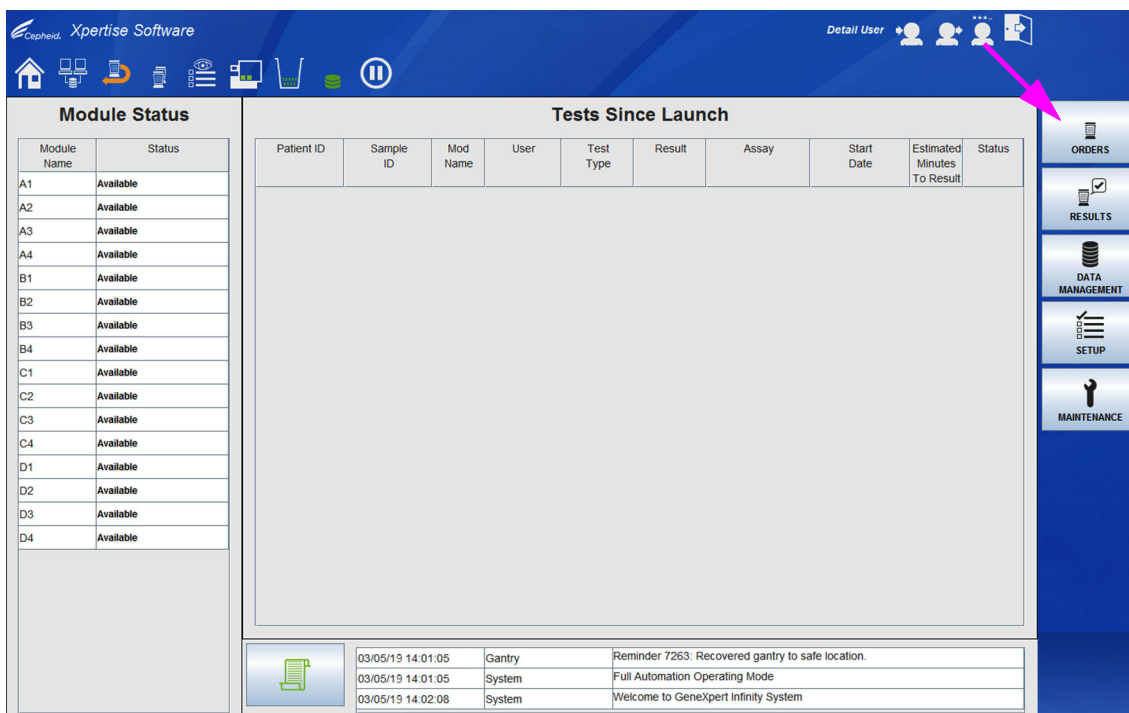
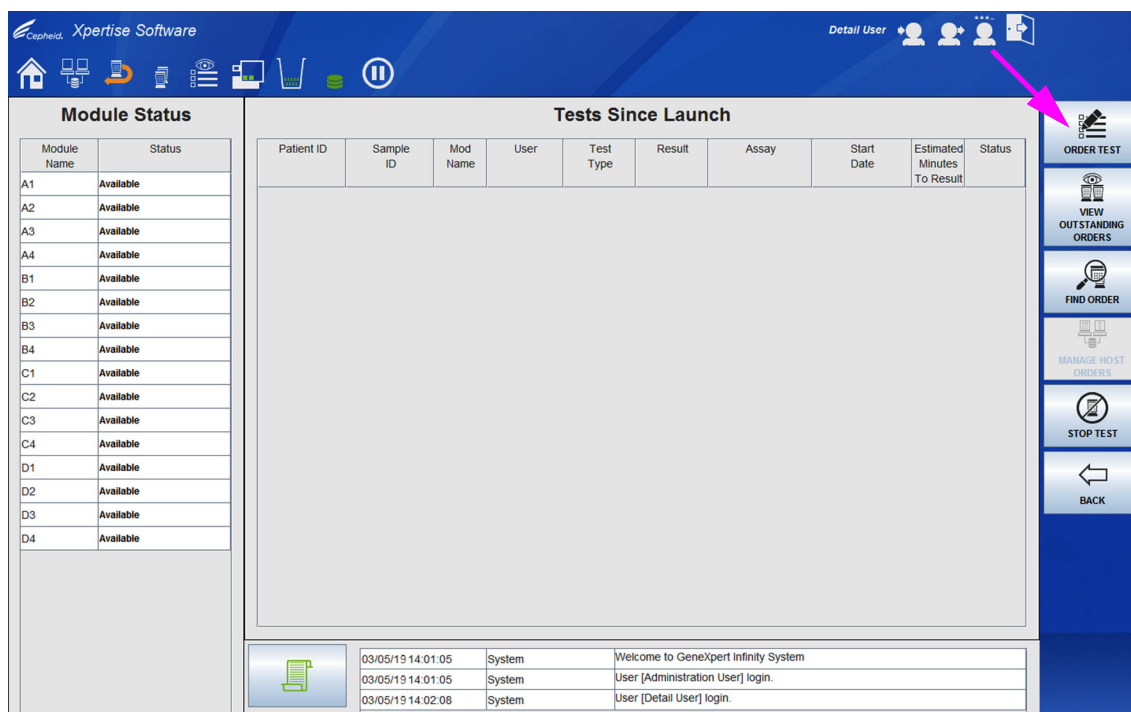
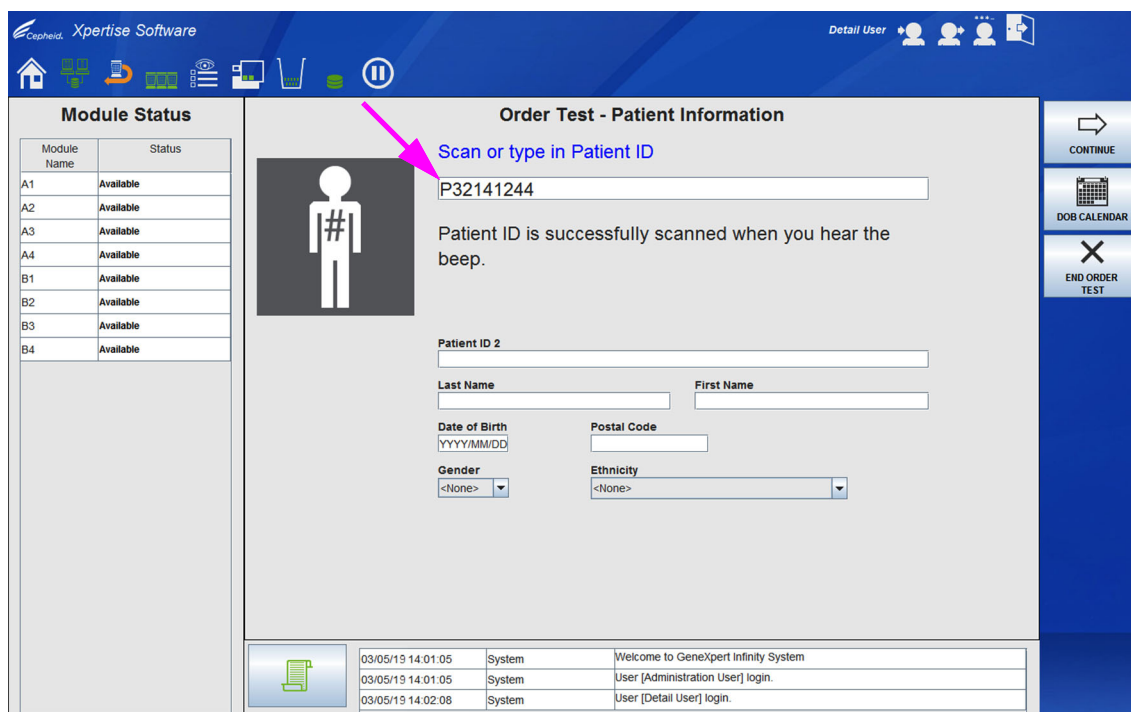
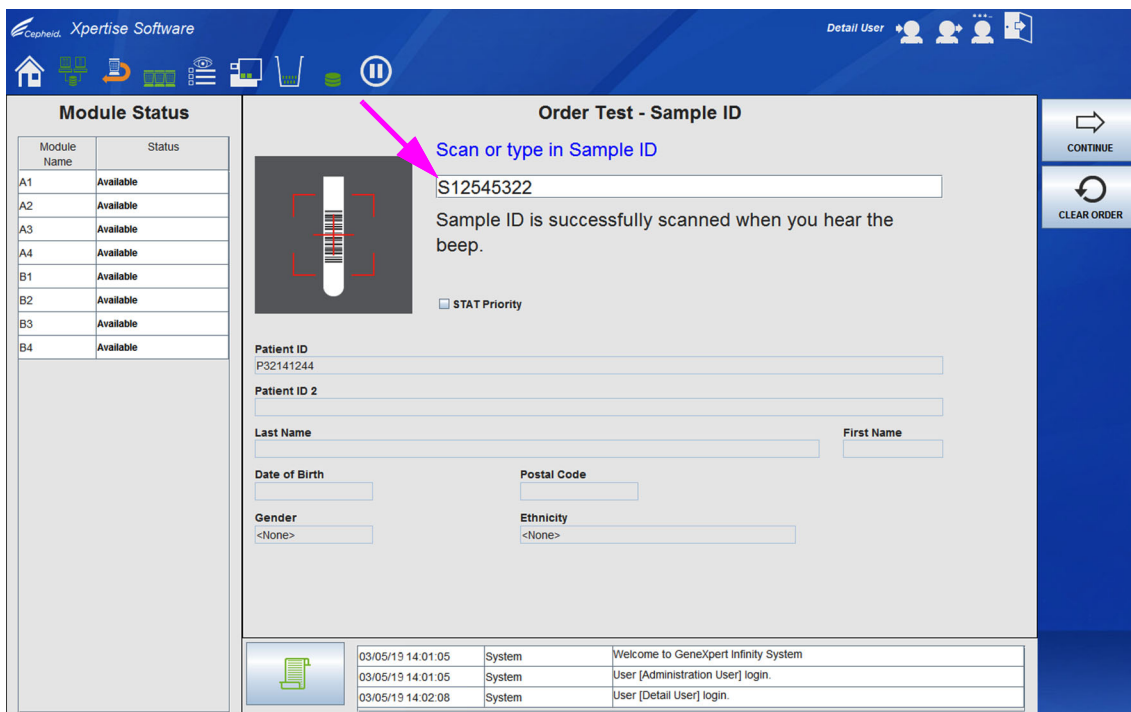

図 5-170. Xpertise Software ホームワークスペース
図 5-171. オーダーメニュー
図 5-172. テストのオーダー - 患者 ID ワークスペース
図 5-173. テストのオーダー - サンプル ID ワークスペース
1. Xpertise Software ホームワークスペース（図 5-170 を参照）で、**オーダー（ORDERS）** ボタンを選択します。オーダー（Orders）メニューが表示されます。図 5-171 を参照。
2. **テストのオーダー（ORDER TEST）** ボタンを選択します（図 5-171 を参照）。患者 ID が有効になっている場合、テストのオーダー - 患者 ID（Order Test - Patient ID）ワークスペースが表示されます（図 5-172 を参照）。患者 ID が有効になっていない場合、テストのオーダー - サンプル ID（Order Test - Sample ID）ワークスペースが表示されます。図 5-173 を参照。
3. キオスクバーコードスキャナを使用して患者 ID バーコードをスキャンするか、患者 ID をタイプ入力します。図 5-172 を参照してください。テストのオーダー - サンプル ID（Order Test - Sample ID）ワークスペースが表示されます。図 5-173 を参照。
4. キオスクバーコードスキャナを使用してサンプル ID バーコードをスキャンするか、サンプル ID をタイプ入力します。図 5-173 を参照してください。